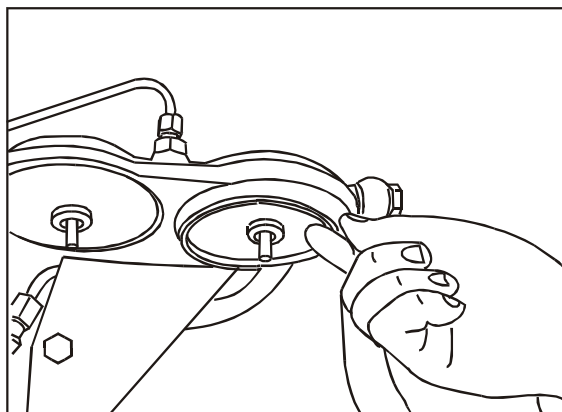

FIG 12
4. Instale os vedadores novos, **Fig.12**.